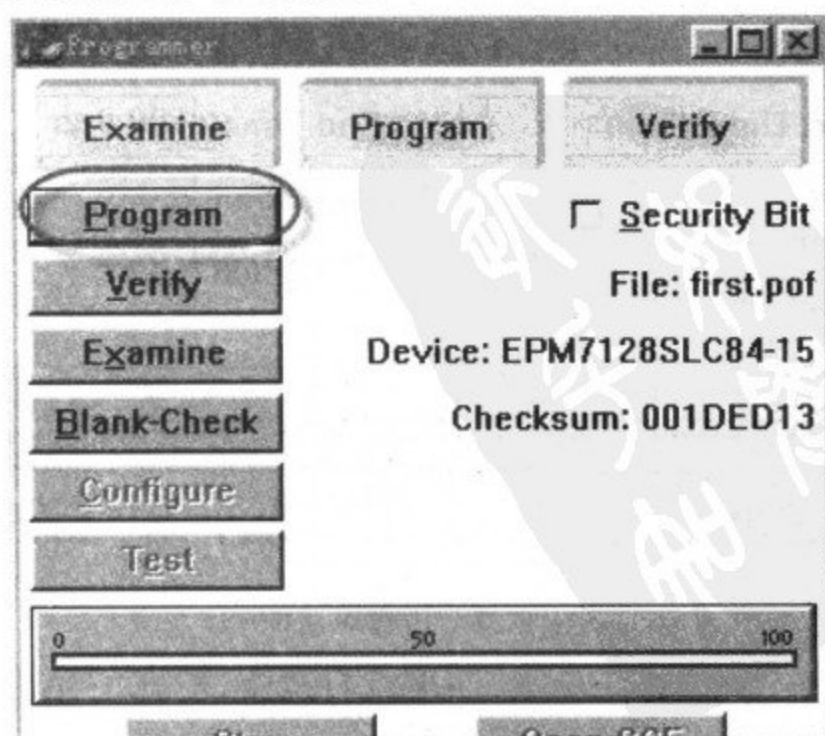
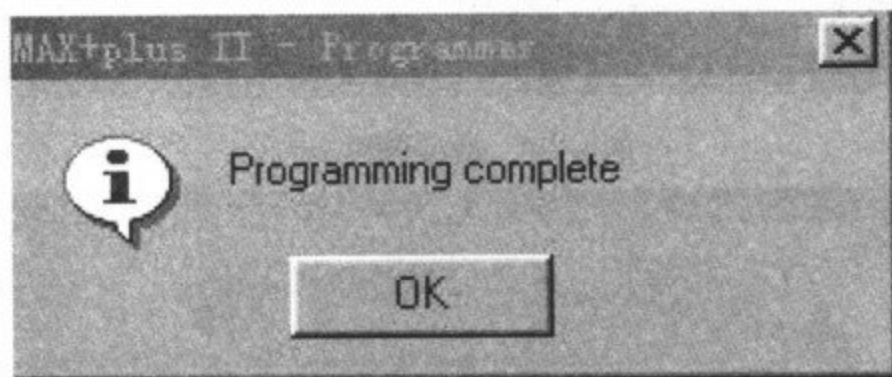

图 3-30 编程对话框
图 3-32 下载完成
(1) Altera 器件的编程可以通过专门的编程器和 JTAG 在系统编程等多种方法实现。取出 DP-MCU/Altera 实验仪随机附送的 JTAG 电缆,并将 JTAG 下载电缆的两端分别接到 PC 机和 DP-MCU/Altera 实验仪的 JTAG 口 J4 上,打开工作电源。
(2) 执行菜单栏中的 MAX+plusII→Programmer 命令,对器件进行在线编程,这时将弹出如图 3-30 所示的编程命令对话框。
(4) 在图 3-30 所示的窗口中, 选择 Program 命令就可开始对器件进行编程(若用户需要对程序加密处理, 可选择 SecurityBit 选项)。可以看出, 下载编程主要包括 Examine、Program 和 Verify 三大步, 编程完毕后出现如图 3-32 所示的下载完成信息。